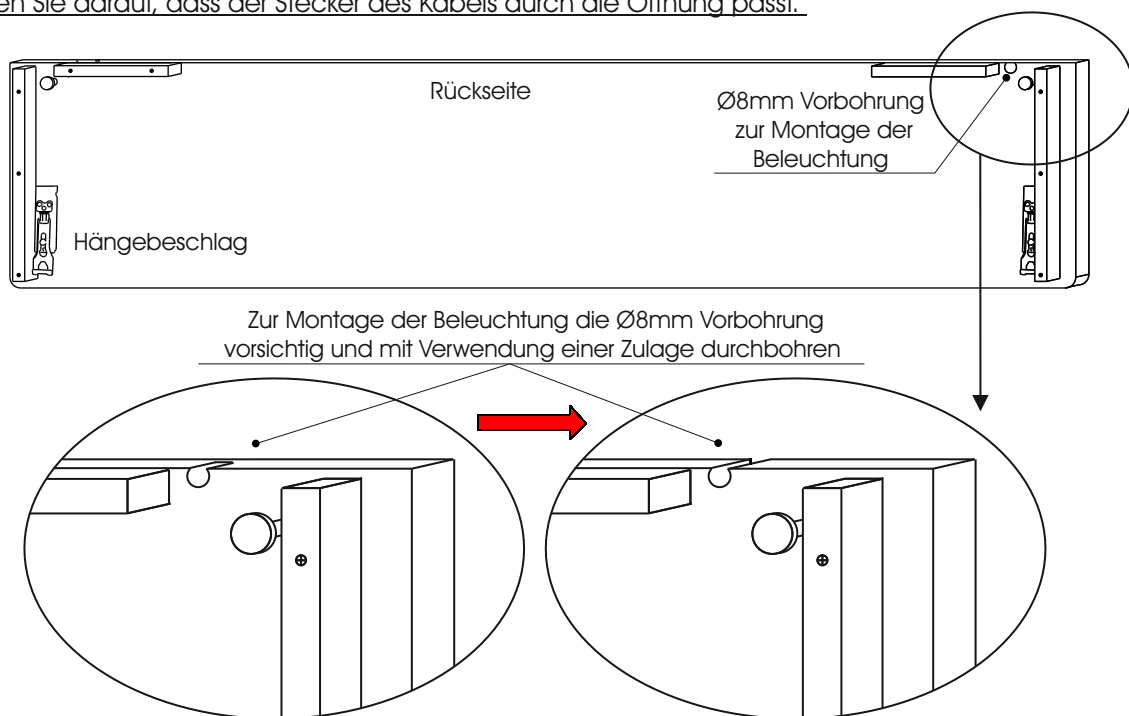

Abb. 1
2. Falls keine Beleuchtung montiert wird, können Sie mit Punkt 3 fortfahren. Zur Montage der Wandpaneel - Beleuchtung stellen Sie zunächst die Öffnung für die Anschlussleitung her. Auf der Rückseite befindet sich eine Vorbohrung. Diese bohren Sie mit einem Ø8 mm Bohrer vorsichtig und mit Verwendung einer Zulage (um Ausrisse zu vermeiden) durch. (Abb. 1)
2. Zeichnen Sie die Position der Kufen an. Hierzu verwenden Sie die mitgelieferte Schablone und halten diese an der vorderen und seitlichen Kante des Unterbodens bündig an. (Abb. 1)
Ist ein Nachstellen notwendig, können Sie die Türen wie in Abb. 1 einstellen.